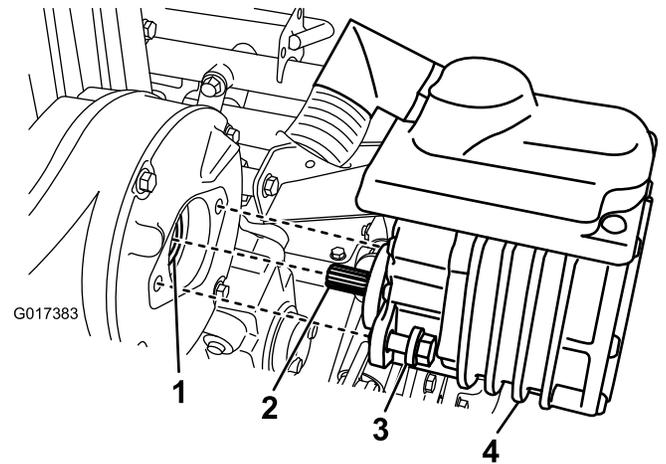

Figure 35
2. Retirez les 2 boulons qui fixent le moteur au carter de transmission (Figure 35).
4. Avec une pompe à graisse, injectez un ou deux jets de graisse dans l'accouplement femelle du carter de transmission (Figure 35).